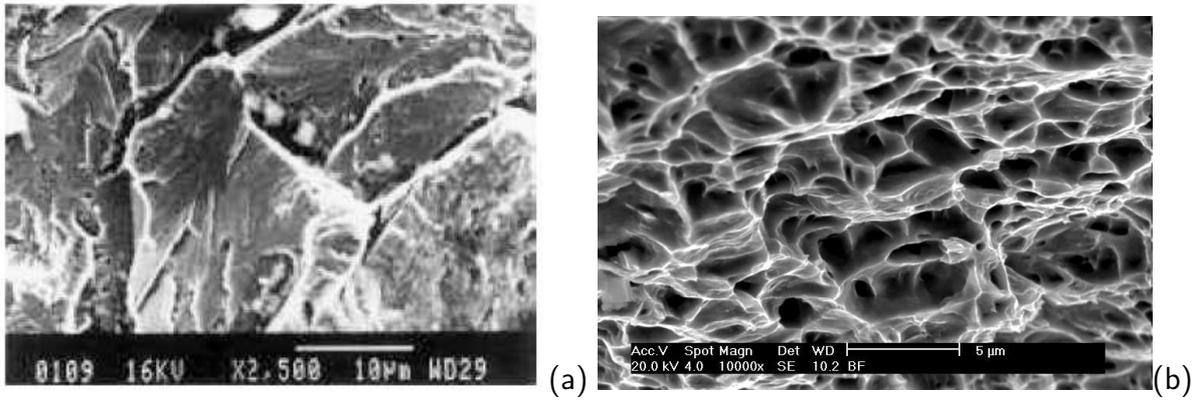

Figura 1: Fractografias obtidas em uma roda ferroviária (a) e em um corpo de prova de tração da liga 20Cr32Ni+Nb (b).
1. Considere as fractografias apresentadas na Figura 1 e responda as perguntas abaixo: